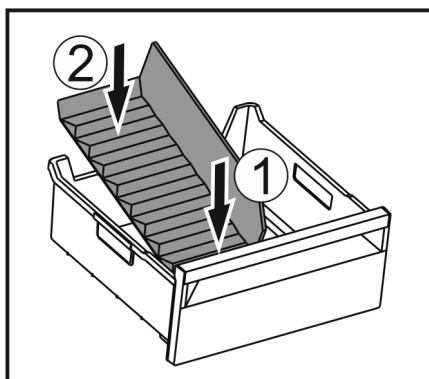

Fig. 160
- Vorderen Teil des Eisfach-Trenners einsetzen. Fig. 160 (1)
- Hinteren Teil des Eisfach-Trenners bis zum Schubfachboden absenken. Fig. 160 (2)